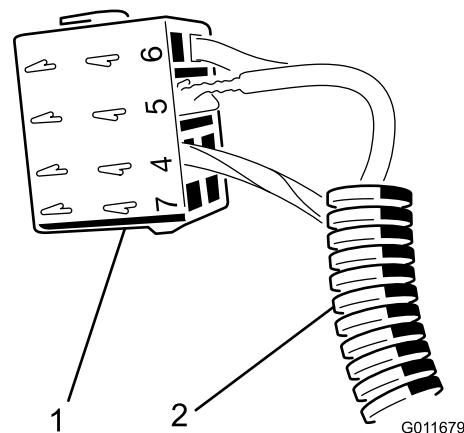

Figura 15
4. Ligue o fio de ligação auxiliar castanho/branco à cavidade do conector de cablagem “4” e o cabo cinzento à cavidade “5” (Figura 15). Encaminhe a cablagem de ligação auxiliar à cablagem existente.